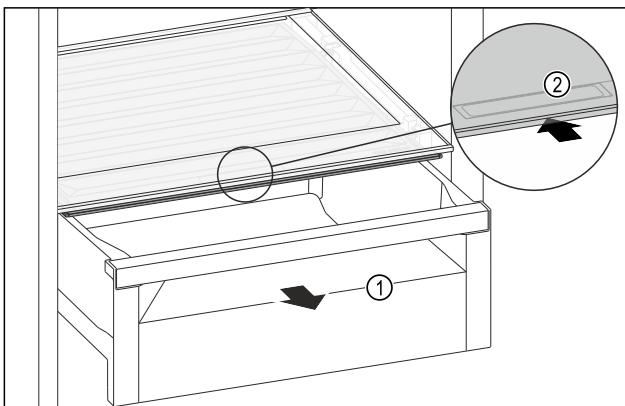

Fig. 156
- Retirer le tiroir Fig. 156 (1).
- Saisir la poignée encastrée Fig. 156 (2) du couvercle du compartiment et pousser le couvercle du compartiment vers l'arrière.